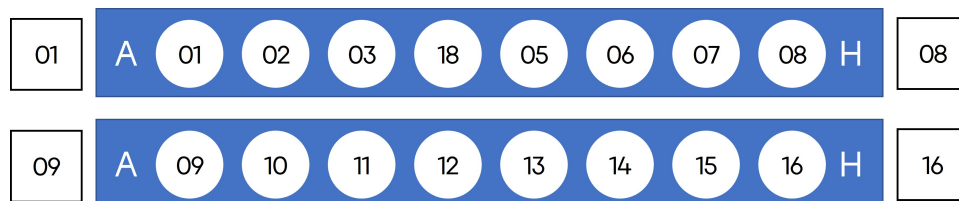

图 6 文库制备模块中 16 RXN Barcode 孔位排列
3. 各规格所搭配引物具体 Barcode 编码信息，见第 46 页“图 6 文库制备模块中 16 RXN Barcode 孔位排列”和第 49 页“图 7 甲基化接头和单端条形码引物模块 PCR BC Primer-96 孔位排列”。